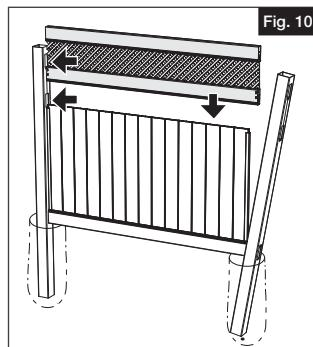

Fig. 10
- b. Por último, agregue el conjunto superior ensamblado en los agujeros ranurados del primer poste (Fig. 10).